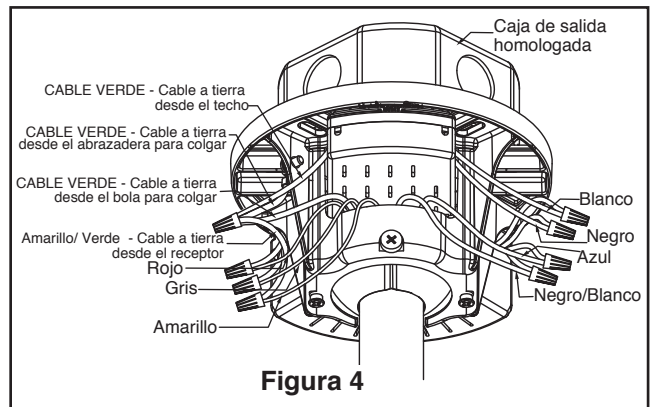

Figura 4
4. Coloque el soporte de la varilla y alinee los orificios de la clavija de horquilla en ambas piezas. Instale la clavija de horquilla y asegúrela con la pinza de horquilla. Fije los dos tornillos de presión y las tuercas de seguridad en el soporte de la varilla interior. (Figura 4)
4. Levante cuidadosamente el ventilador y coloque el ensamble de la bola para colgar/varilla en la abrazadera para colgar que acaba de fijar a la caja de salida. Asegúrese de que la ranura de la bola esté alineada con la lengüeta de la abrazadera para colgar. (Figura 4)
5. Fije el cable de seguridad al cable de soporte para techo. Deslice la abrazadera de cables por el cable de seguridad (del ventilador). Pase el extremo del cable a través del aro que forma el cable de soporte para techo. Tire lo más posible del cable a través del aro. Inserte el extremo del cable en el orificio de la abrazadera y ajuste firmemente el tornillo. (Figura 4)
3. Cuando haya realizado la conexión, fije el dosel para cubrir el receptor y el soporte colgante. Teniendo cuidado de no pillar los cables y ponga los cables blancos y verdes en un lado y los cables negros hacia el otro lado. Los cables deben ser colocados de forma extendida poniendo el conductor de la toma de tierra y el conductor de toma de tierra del equipo a un lado de la caja, colocando el conductor sin toma de tierra en el otro lado. (Figura 4)
4. Instale la unidad de luz LED utilizando utilizar los tornillos que retiró en el paso 3A. (Figura 4)
6. **Configuración del mando a distancia y proceso de configuración de la velocidad (RPM): (Figura 4)**